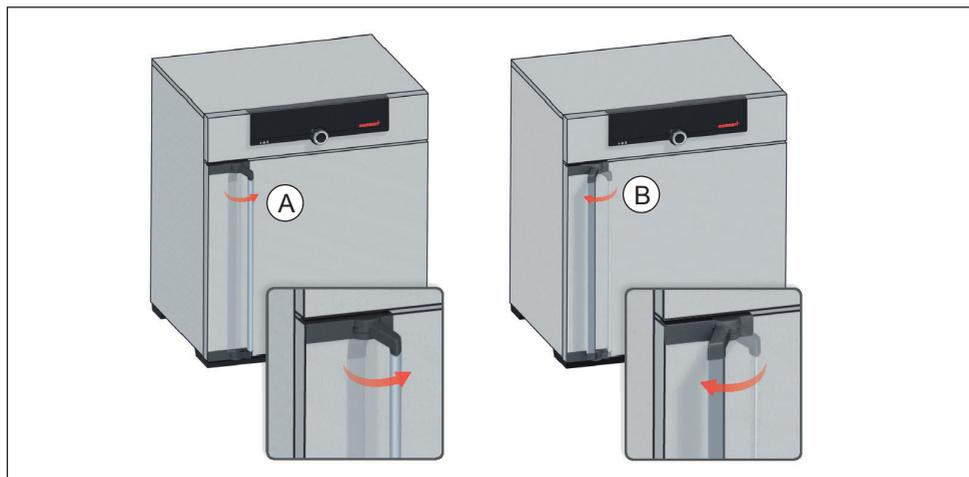

Fig. 15 Abrir e fechar a porta
- ▶ Para abrir a porta, puxar o puxador da porta para o lado (dependendo da versão da porta, para a esquerda ou a direita, Fig. 15, A) e abrir a porta na totalidade.
- ▶ Para fechar, empurrar a porta e pressionar o puxador da porta para o lado (B).